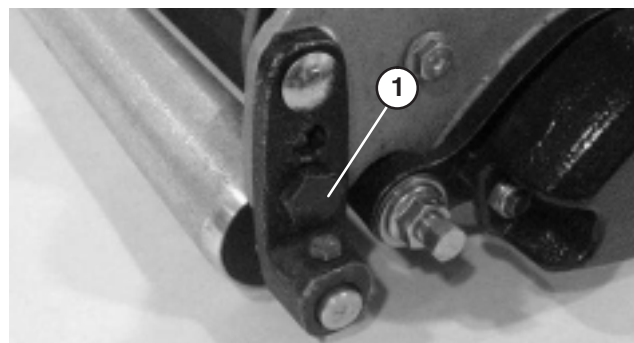

Figura 15
5. Enquanto mantiver o cilindro encostado à placa e continuar a exercer pressão no cilindro traseiro, rode a cavilha inferior direita de montagem do cilindro (Fig. 15). Esta cavilha de montagem tem um rebordo que, quando se roda, tem a função de um parafuso excêntrico, para subir ou descer o cilindro. Existe um ponto saliente para fazer denotar o rebordo da cavilha. O referido ponto indica em que direcção se deslocará a extremidade direita do rolo quando a cavilha estiver apertada, devendo estar sempre a meio da traseira do arco, tal como se exemplifica na Figura 15.